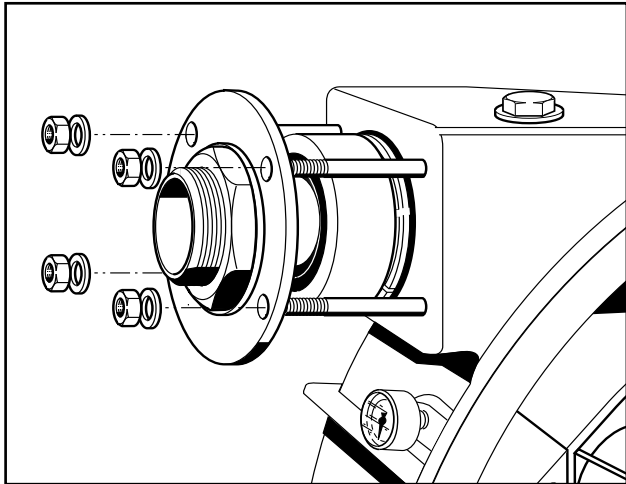

Abb. 28 Demontage Anschlussstutzen
5. Danach werden die Unterlegbleche (Abb. 28) bei der Verringerung des Förderdruckes entfernt oder bei einer Erhöhung des Förderdruckes zusätzliche Unterlegbleche eingesetzt. Wenn Unterlegbleche geändert werden, bitte darauf achten, dass diese unter den beiden Gleitschuhen mit gleichem Maß geändert werden. Die Maße müssen exakt der Tabelle (siehe unten) entsprechen.
5. Beide Anschlussstutzen komplett mit Halteflansch und Sechskant-Rohrmuttern vom Pumpengehäuse abschrauben (Abb. 28) und beide Anschlussstutzen aus dem Förderschlauch herausziehen.